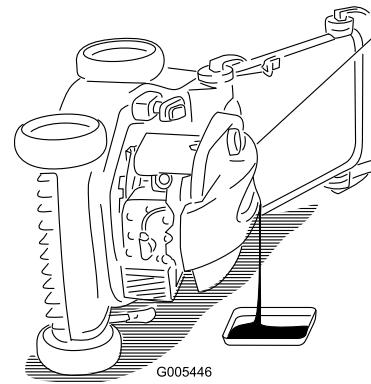

Figura 24
3. Ponga el cortacésped de lado (con el filtro de aire hacia arriba) para drenar el aceite usado a través del tubo de llenado de aceite (Figura 24).